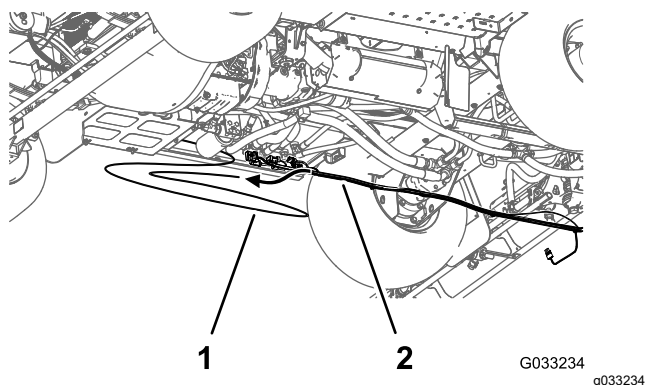

Рисунок 29
8. Отсоедините трубку датчика давления для манометра на приборной панели от заднего жгута проводов машины (Рисунок 29).